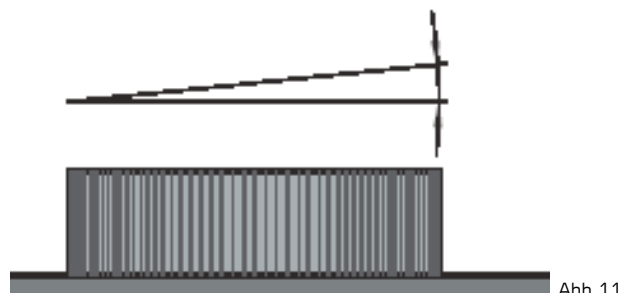

Abb. 11
- **ACHTUNG:** Das Pool muss exakt horizontal sein, mit einer maximalen Abweichung von 25 mm über den Pooldurchmesser. (Abb. 11) Ein Pool, das nicht exakt horizontal eingerichtet ist, ist gefährlich und kann einstürzen.